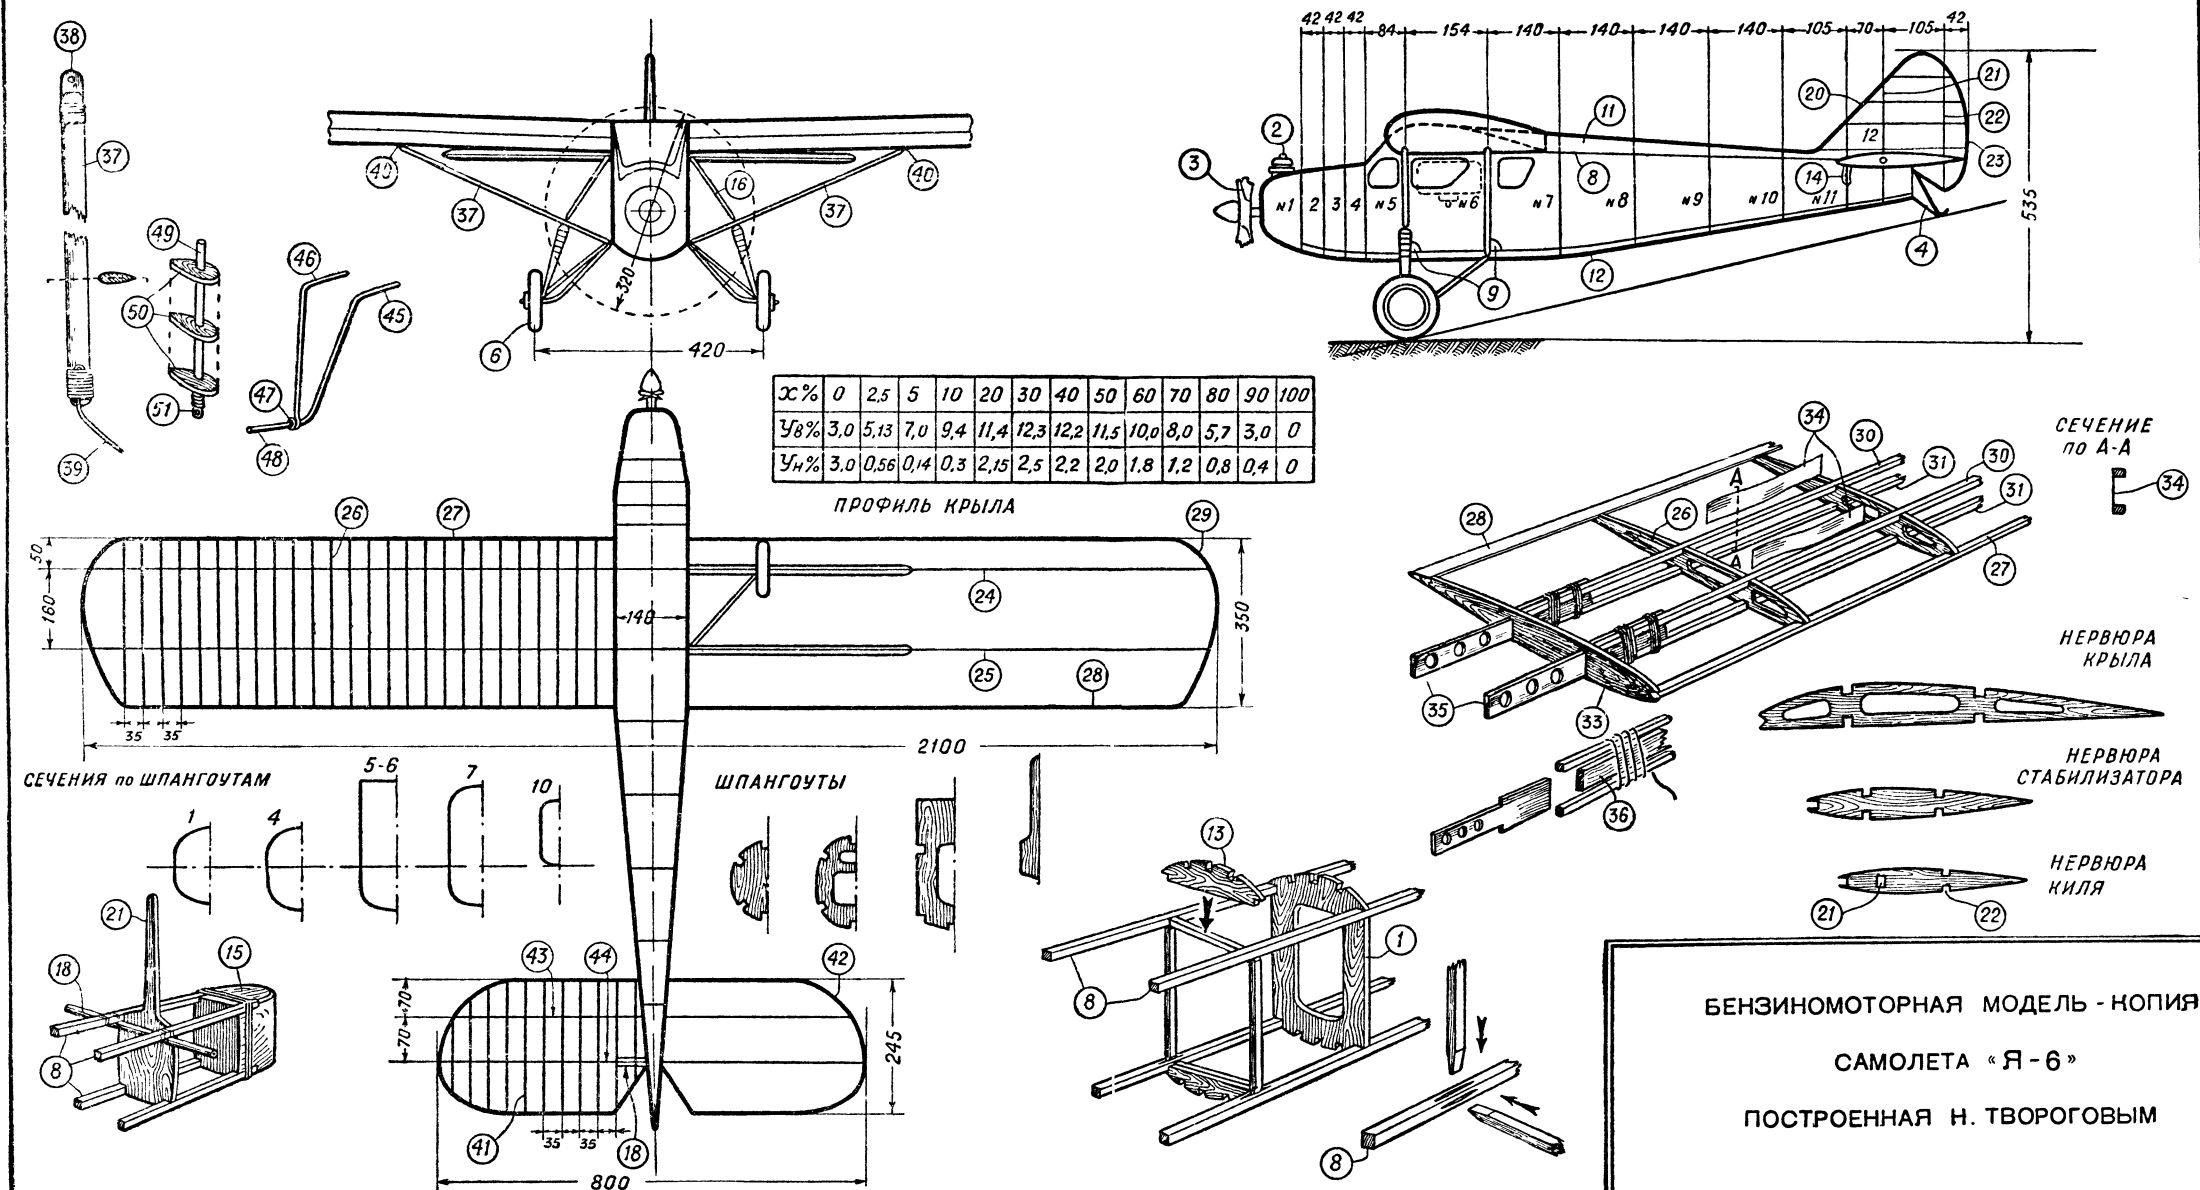

Рис. 83.
Модель эта была построена московским авиамоделистом Николаем Твороговым для участия в XVIII всесоюзных состязаниях авиамоделистов в 1949 году и представляет собой копию легкого самолета «Я-6» конструкции Героя Социалистического Труда А. С. Яковлева. Самолет «Я-6» строился в 1932—1934 годах. На нем было осуществлено много больших перелетов по СССР; кроме того, он использовался на местных линиях воздушных сообщений. На модели-копии этого самолета, построенной Николаем Твороговым (рис. 83), установлен бензиновый двигатель компрессионного типа. Такой двигатель работает без зажигания. Горючая смесь при сжатии самовоспламеняется благодаря употреблению специального горючего.
Модель очень хорошо взлетала с земли и в полете производила впечатление настоящего пассажирского самолета. Она состоит из фюзеляжа, вертикального оперения, составляющего одно целое с фюзеляжем, крыла, состоящего из двух половин, стабилизатора, шасси и подкосов, идущих к крылу (см. рис. 83).
Снизу шпангоутов № 5 и № 6, сзади них, над вырезами для стрингеров наклеиваются брусочки 9 (см. рис. 83) сечением 6×6 мм, из букового дерева. Брусочки эти следует примотать к шпангоутам проклеенными нитками. При сборке модели внутрь брусочков 9 вставляются концы проволоки 45 и 46, которыми заканчиваются стойки шасси.
Киль составляет одно целое с фюзеляжем и состоит из двух лонжеронов, четырех нервюр и кромок. Передний лонжерон киля 21 (см. рис. 83) является продолжением хвостового шпангоута фюзеляжа № 12, вырезанного из фанеры 1 мм.
Ш а с с и. Основные, нижние стойки шасси изготавливаются из стальной проволоки диаметром 3 мм. Верхние концы проволоки 45 и 46 изгибаются под соответствующим углом (см. рис. 83) и затачиваются. Острые концы проволоки 45 и 46 вставляются в торец буковых брусочков 9, установленных на шпангоутах фюзеляжа № 5 и № 6. Нижние концы стоек шасси соединяются вместе (47) и обматываются тонкой медной проволокой; место обмотки пропаивается оловом. Более длинный конец 48 одной из стоек (45) отгибается и служит полусью для колеса 6.